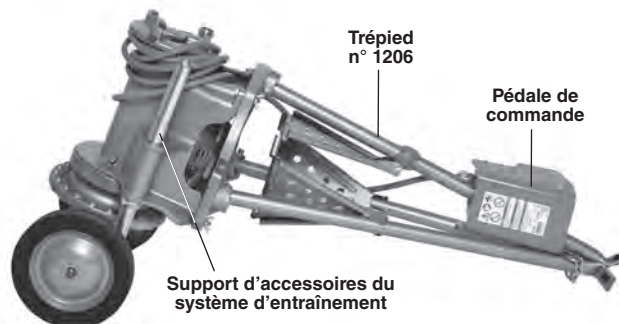

Figure 29 – Appareil prêt au transport sur chariot n° 32 Transporter
5. Enroulez le cordon d'alimentation et enfitez la pédale de commande sur la jambe comme indiqué à la Figure 29.